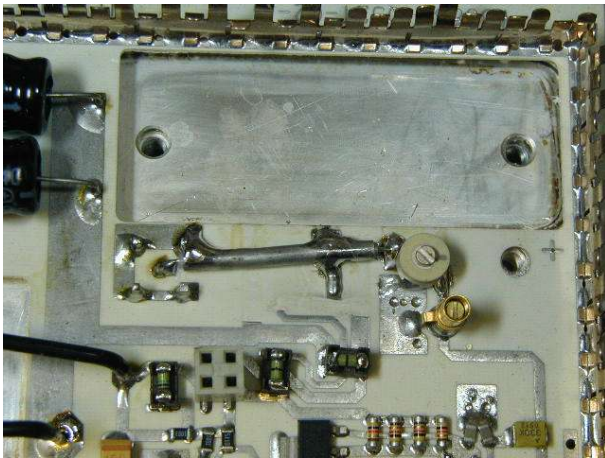

Bild 4 Einkoppelung
6. Spannungszuführende Leiterbahnen zum ausgebauten Modul mit einem Skalpell entfernen. Die durchkontaktierte Leiterbahn für Masse bleibt vorhanden. Siehe Bild 4.
7. Einkoppel "C" ca. 3-20pf und eine Verbindungsleitung aus UT85, nach Bild 4 einbauen.